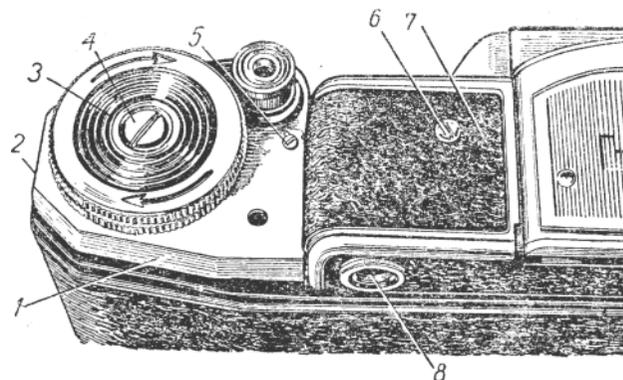

Рис. 32. Наружные детали узла перемотки и блокировки.
Пленка в аппарате перематывается при помощи механизма перемотки (рис. 32 и 33), работа которого связана с механизмом блокировки спуска.
Механизм перемотки и блокировки состоит из рукоятки перемотки 3 (рис. 32), фигурного уступа 1 (рис. 33), пружины 2, плато 5, плечика фрикциона 4, пружины 6, нижнего фрикциона 7, верхнего фрикциона 5, оси перемотки с переключателем 9, рычага 10, спусковой пластины 11 и кнопки спуска 12.
Принцип работы механизма перемотки и блокировки. При вращении рукоятки перемотки 3 (рис. 32) по часовой стрелке пленка транспортируется и наматывается на катушку. Нижний фрикцион 7 (рис. 33,а) передает вращение верхнему при помощи пружины, расположенной между ними. Палец верхнего фрикциона 8 входит в отверстие на рукоятке перемотки, вращение которой передается фрикциону. Вместе с тем каждый из них может вращаться самостоятельно, т. е. один фрикцион можно вращать, преодолевая усилие пружины и удерживая от вращения второй.
Плато 3 поворачивается до тех пор, пока контрольная красная метка фигурного уступа 1 появится в отверстии щитка 1 (рис. 32) и механизм окажется в положении «на
Неисправности механизма. 1- Загрязнение и коррозия деталей, вызванная попаданием влаги. Если рычаг 10 (рис. 33,а) плохо поворачивается на своей оси, механизм блокировки выходит из строя. Следует частично разобрать механизм, почистить рычаги, смазать оси и трущиеся поверхности. При разборке прежде всего отвинчивают винт 4 (рис. 32), снимают рукоятку перемотки 3, отвинчивают верхний и боковой крепежные винты 2 и 5 и снимают защитный щиток 1. Сборка производится в обратном порядке.
2. Механизм перемотки работает правильно, пленка протягивается, однако красная метка не появляется в отверстии щитка 1 и блокировка спуска не открывается. Снимают верхний щиток 1 (рис. 32) и проверяют взаимодействие фрикционов 7 (рис. 33,а) и 8. Вращая верхний фрикцион рукой по часовой стрелке, следят, вращается ли фрикцион 7 и тянет ли он рычаг 10. Если сила трения между фрикционами недостаточная, верхний фрикцион не может повернуть нижний. Устраняют неисправность, усилив пружину между фрикционами. Для этого снимают оба фрикциона. Отвинтив верхний фрикцион и увеличив изгибы пружины, устанавливают фрикционы на место.
4. Сломалась головка винта 4 (рис. 32), которым крепится рукоятка 3. Извлекают часть винта, которая осталась в оси перемотки 9 (рис. 33,а). Остаток винта высверливают или распиливают ось 9 лобзиком посередине на глубину 1—2 мм. В образовавшийся шлиц вставляют отвертку и вывинчивают винт. После этого головку 3 (рис. 32) крепят новым винтом.
5. Выпал поводок из оси перемотки. Рукоятку 3 (рис. 32) снимают и вынимают ось перемотки 9 (рис. 33,а). Пружина тормоза, находящаяся на оси, не до-